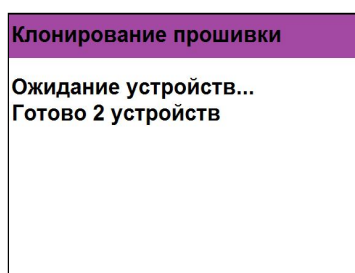

Рисунок 25 - Готовность устройств к клонированию программного обеспечения
- 2.3.6. После подтверждения клонирования на дисплее ППК отобразится количество ППК в текущей CAN-сети, готовых к клонированию ПО (рисунок 25).